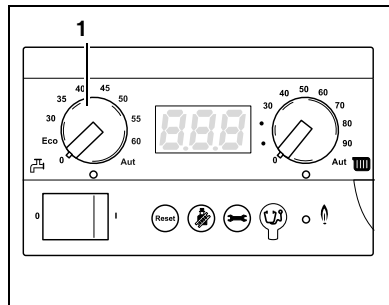

Bild 21 Grundkontroll BC10
- Med vridknappen för börvärde varmvatten (bild 21, pos. 1) anges önskad temperatur på varmvattnet i varmvattenberedaren (→ tab. 4).